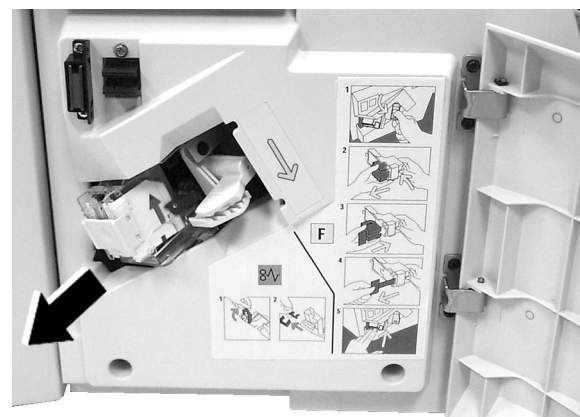

Figura 4: Retirar o Cartucho de Agrafos
- 3 Levante ligeiramente o Cartucho de Agrafos e retire-o do respectivo suporte (Figura 4).